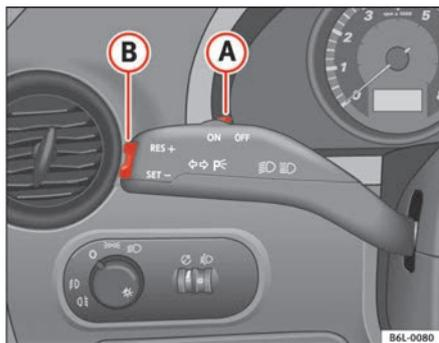

Fig. 107 Levier des clignotants et de l'inverseur-codes : commandes du régulateur de vitesse
- Appuyez une fois brièvement sur la partie inférieure **SET** de la commande à bascule ⇒ fig. 107 **B** lorsque la vitesse à mémoriser est atteinte.